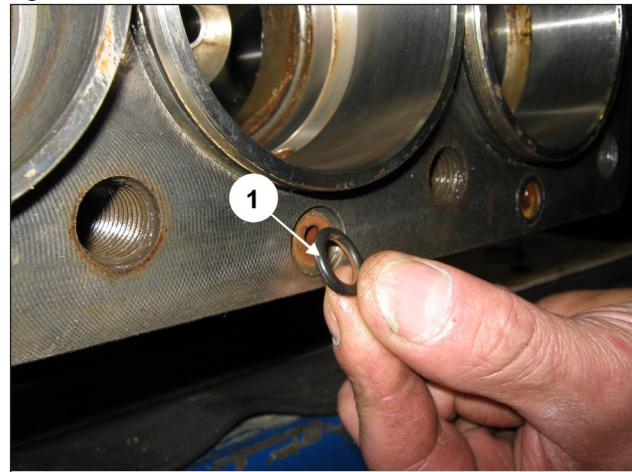

Fig. 118
Aplique os 6 O-ring dianteiros do cárter da bomba (pos. ①, Fig. 118).